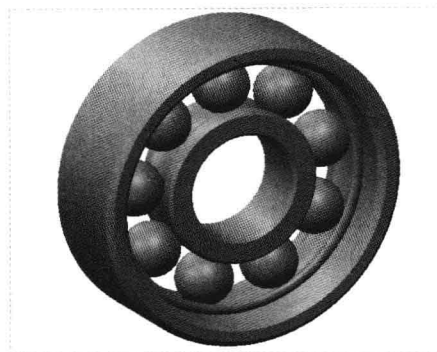

图 17-34 创建边倒角特征 2
Step 12 单击“应用并保存在工具中所做的所有更改，然后关闭工具操控板”按钮，完成边倒角特征的创建，如图 17-34 所示。